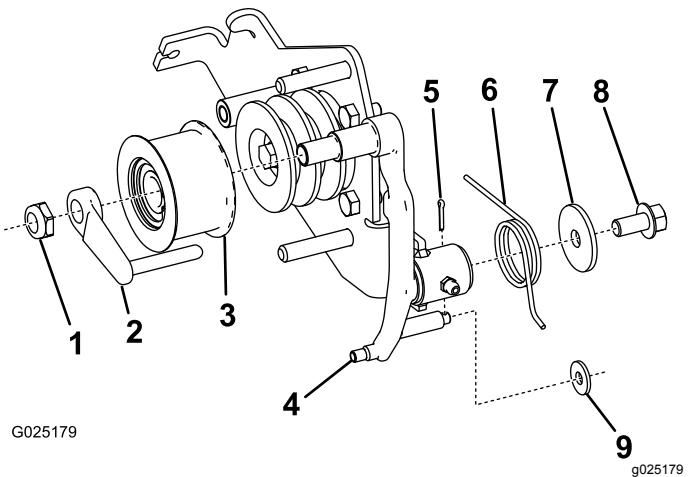

図2
4. 新しいクラッチブラケットに新しいクラッチレバーを取り付ける古いクラッチレバーから外したトルクスプリング、ワッシャ、ボルトを再利用する図2。